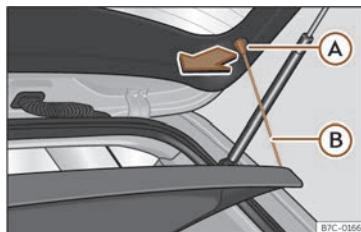

**Fig. 106** Dans le coffre à bagages : dépose et repose de la plage arrière.
- Décrochez les tirants de fixation » » **fig. 106** (B) de leurs logements (A).
- Accrochez les tirants de fixation » » **fig. 106** (B) sur le capot de coffre.